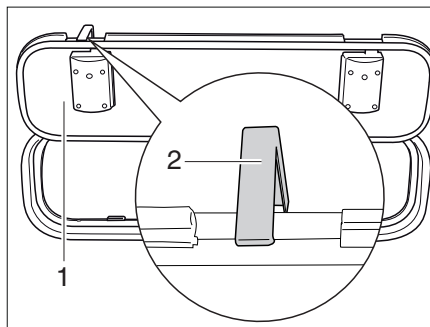

Bild 61 Sicherungshaken Außenklappe
- Die Außenklappe (Bild 61,1) öffnen und Sicherungshaken (Bild 61,2) an der Fahrzeugwand nach oben drehen.
- Den Sicherungshaken (Bild 61,2) nach oben drücken.